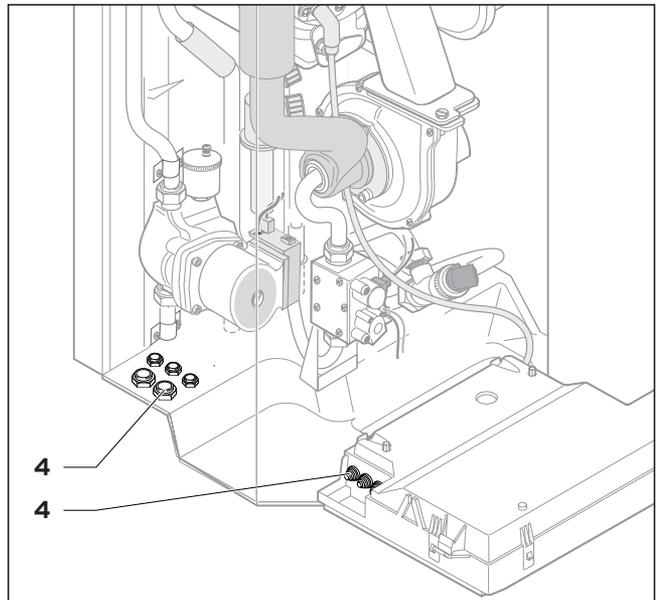

Abb. 4.7 Kabeldurchführungen
- Führen Sie die Anschlussleitungen der jeweiligen, anzuschließenden Komponenten durch die Kabeldurchführungen (4) links an der Geräteunterseite (siehe Abb. 4.7).
- Führen Sie die Anschlussleitungen der jeweiligen, anzuschließenden Komponenten durch die Kabeldurchführungen (4) links an der Geräteunterseite (s. Abb. 4.7).